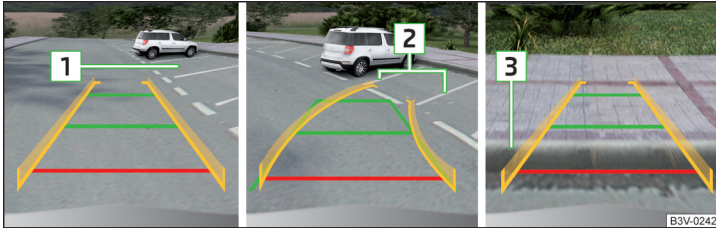

Abb. 267 Bildschirmanzeige
- › An der ausgewählten Parklücke **1** » Abb. 267 langsam vorbeifahren und das Fahrzeug anhalten.